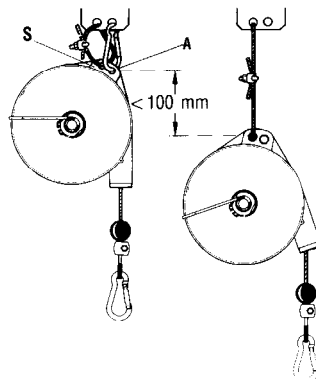

Fig. 2
- For å øke kapasiteten roteres hylsen 4 i retning mot klokken ved bruk av en skrunøkkel D (Fig. 2).
- Para aumentar a capacidade, rode a bucha 4 no sentido inverso ao dos ponteiros do relógio utilizando uma chave inglesa D. (Fig. 2.)